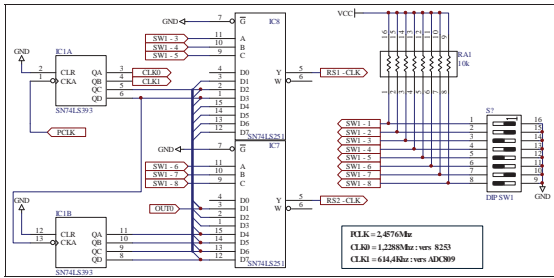
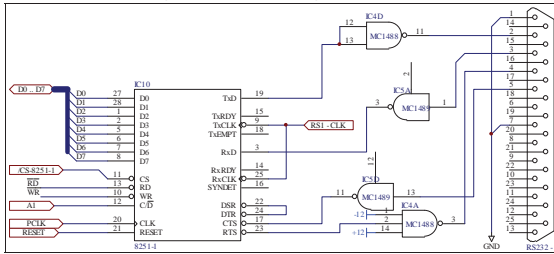

Figure 6-6 : Générateur d'horloge de transfert série
Figure 6-7 : Schéma de connexion du 8251-1
Le kit MTS-86C comporte deux circuits série. La Figure 6-7 et la Figure 6-8 présentent les schémas de connexion des circuits 8251-1 et 8251-2. Les circuits MC1488 et MC1489 sont des adaptateurs de niveau. Le débit de transmission de chaque circuit est fixé par un signal d'horloge RS1-CLK et RS2-CLK correspondant ; provenant du générateur d'horloge de la Figure 6-6. Le générateur d'horloge est constitué principalement d'un double compteur hexadécimal 74LS393 attaquée par une fréquence de 2,4576Mhz et de deux multiplexeurs 74LS251. Les deux sorties du compteur CLK0 et CLK1 sont utilisées par le timer 8254 et l'ADC809 ; les 6 sorties restantes et la sortie OUT0 du timer sont connectées aux entrées des multiplexeurs. La sélection de l'une des 7 entrées est réalisée par le DIPSW 1.
- 2) En se référant à la Figure 6-6 ; donnez les débits de transmission possibles.